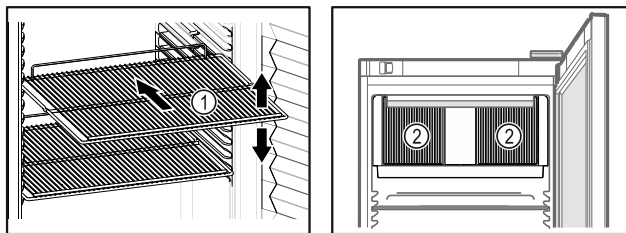

Fig. 60 Ilustrační zobrazení Fig. 61
- Pokud jsou odstavňovací rošty Fig. 60 (1) přemístitelné, přizpůsobte je vždy na danou výšku.